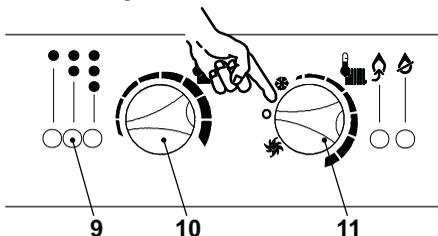

Fig. 5.55
- Para salir de la programación coloque el selector de función/manivela de regulación de la temperatura de calefacción 11 como indica la Fig. 5.55.